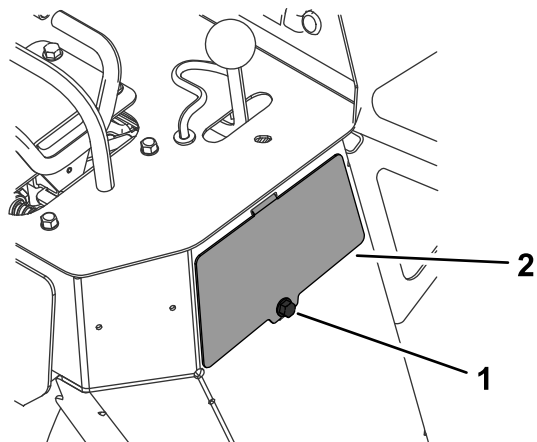

図 56
3. 機体右側にあるアクセスパネルのボルトを外してパネルを外す 図 56。
5. アクセスパネルを元通りに取り付けてボルトで固定する 図 56。